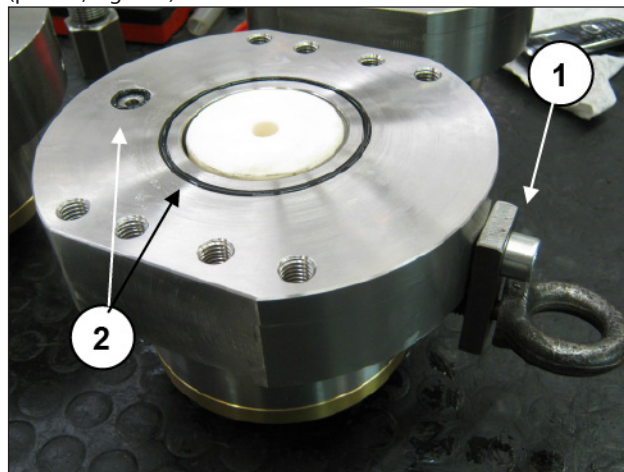
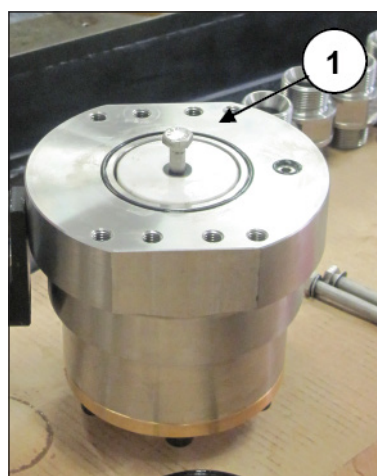

Fig. 233
Fig. 234
Posicione a ferramenta para a elevação do grupo (pos. ①, Fig. 233), os anéis circulares no plano de apoio do suporte (pos. ②, Fig. 233), e insira o parafuso de fixação do pistão sobre este do lado oposto ao anel para suporte dos vedantes (pos. ①, Fig. 234).